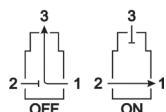

Рис. 3
- может работать как трехходовой НЗ при давлении до 0,9 МПа (см. рис. 2) или НО при давлении до 2 МПа (рис. 3)
Вход 3 (трехходовой НО клапан) (рис. 3):